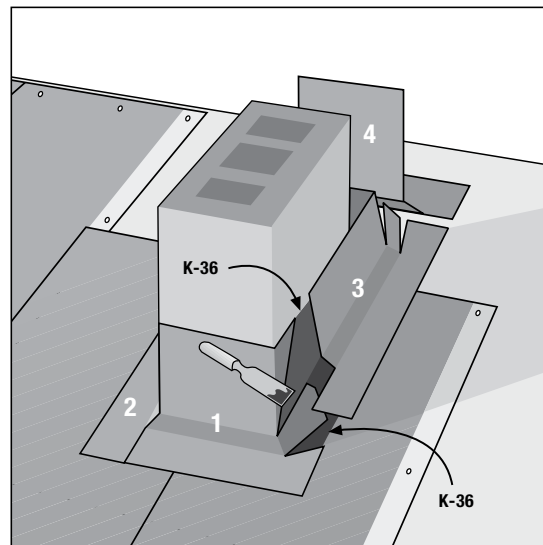
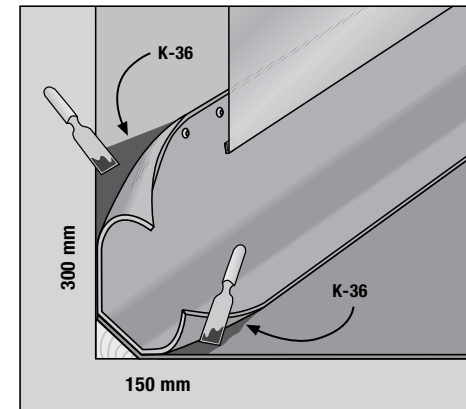

Bild 13
Bild 14
8. Skorsten (**bild 13**) och andra genomskärningar (**bild 14**)